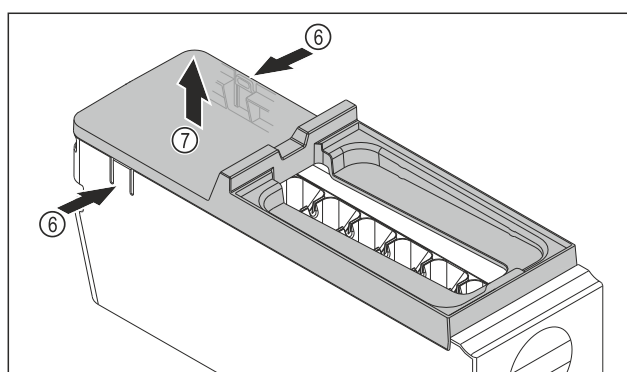

Fig. 75
- ▶ Wymywanie osłony korpusu EasyTwist-Ice: Docisnąć jedną ręką nakładki Fig. 75 (6) po obu stronach korpusu EasyTwist-Ice.
- ▶ Drugą ręką wyjąć osłonę Fig. 75 (7) ku górze.